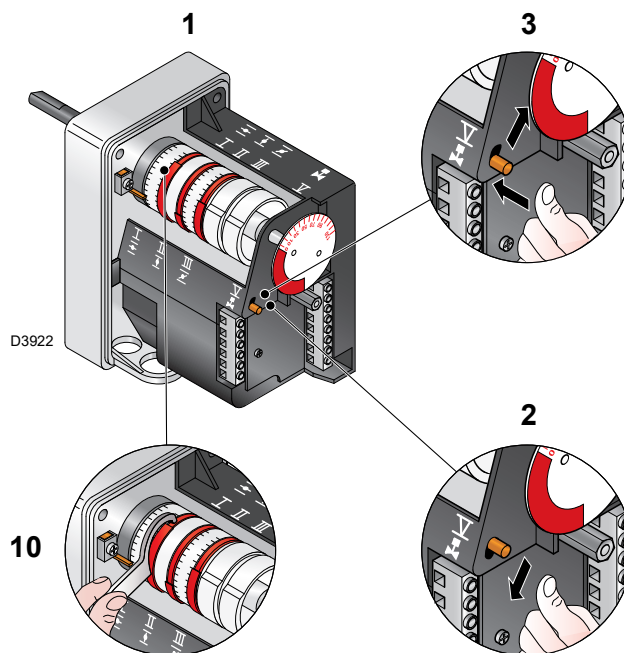

Fig. 28
- Pour l'éventuel réglage de la came III, en particulier pour les petits déplacements, il est possible d'utiliser la clé correspondante 10)(Fig. 28) soutenue par un aimant sous le servomoteur.
Légende (Fig. 28)